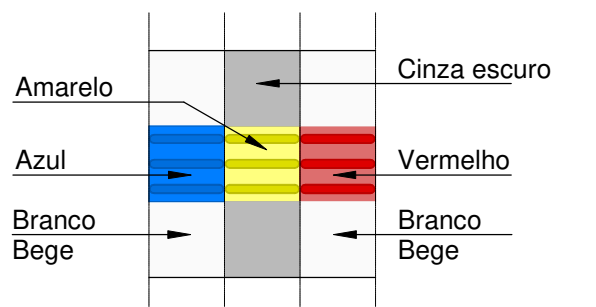

Figura 6 - Contrastes recomendados
A Figura 6 indica os contrastes recomendados entre as cores da sinalização tátil e do piso adjacente. Deve prevalecer o contraste claro-escuro percebido pela maioria da população, com quaisquer que sejam as cores determinadas. NBR 16537/2016 - item 5.6.2